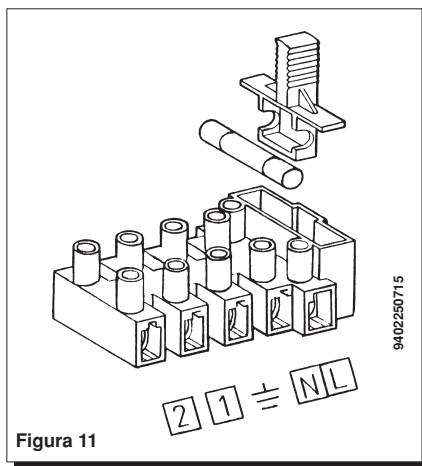

Figura 11
- accedere alla morsetti di alimentazione (figura 11) come descritto al capitolo precedente;
- togliere il ponticello presente sui morsetti (1) e (2);
- acceder al tablero de bornes de alimentación (figura 11) como descrito en el capítulo precedente;
- remover el puente sobre los bornes (1) y (2);